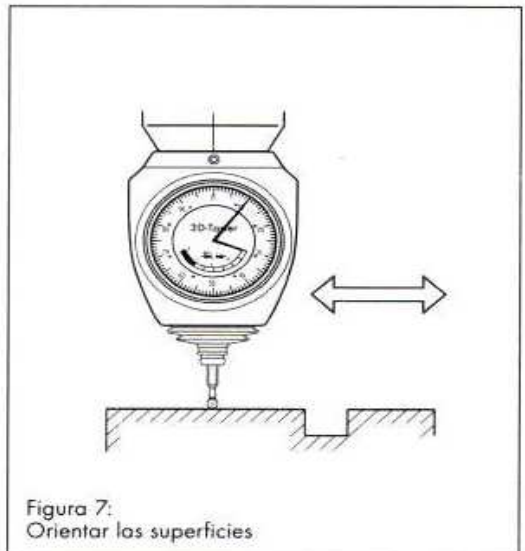

Figura 7: Orientar las superficies
### 6 Orientar superficies (Figura 7)
- Deslizar la bola palpadora a lo largo de la superficie (Figura 7). La desviación del comparador muestra el nivel de paralelismo entre la superficie y el eje de la máquina.